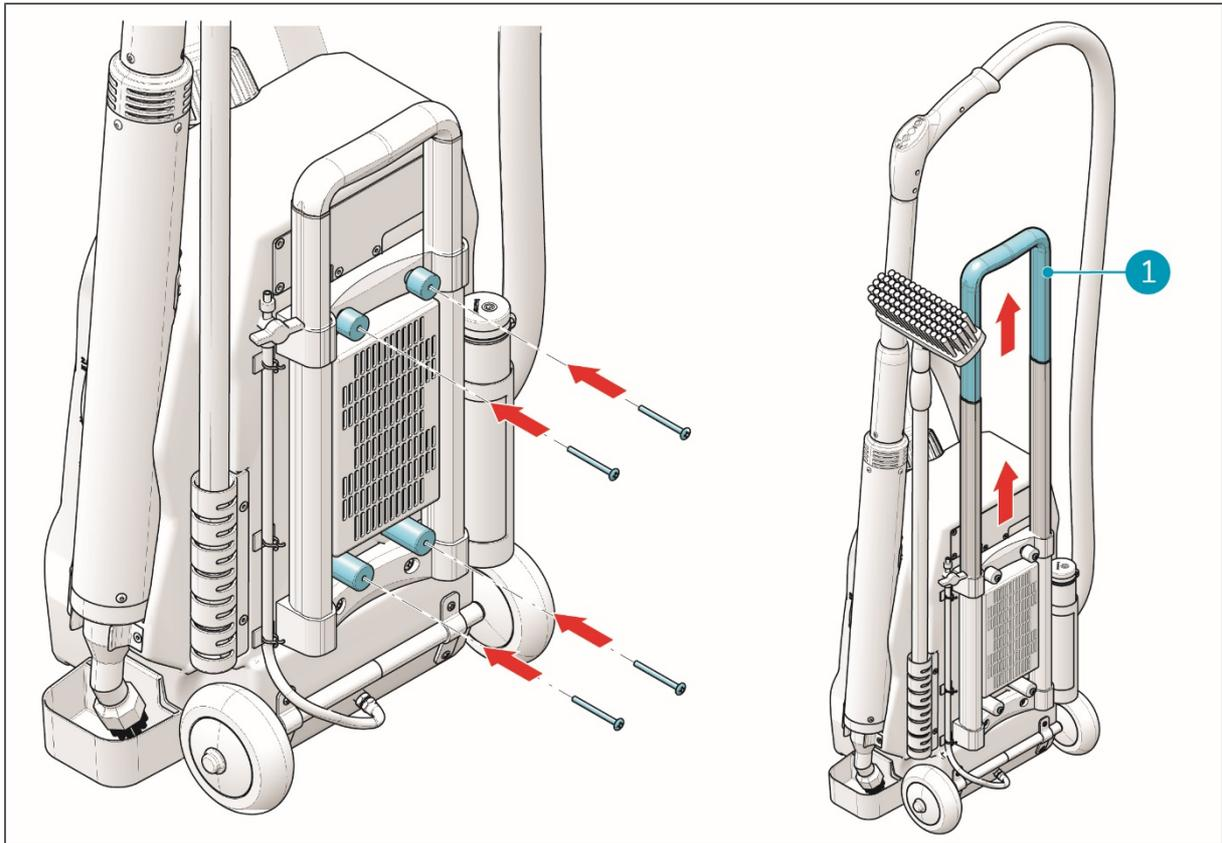

Figura 10
4. Coloque os quatro parafusos novamente no lugar, pois estes também seguram a pega do carrinho (figura 10, posição 1).